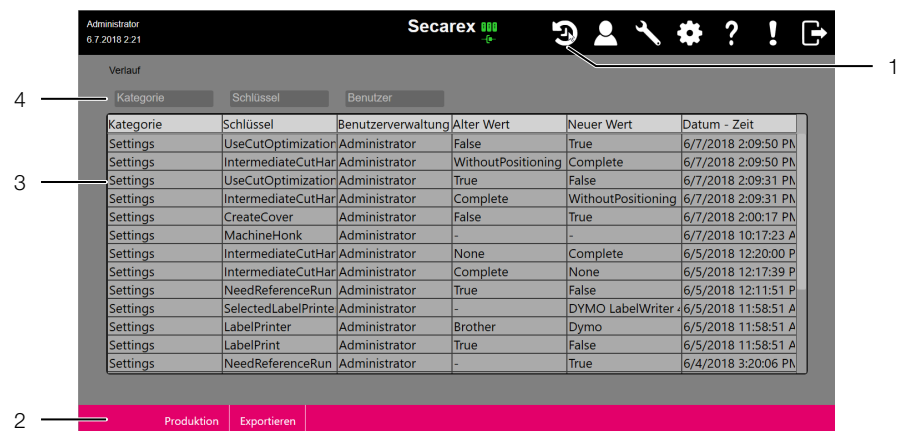

Fig. 18: Skærmsiden „Historik“
- Tryk på trykknappen „Historik“ (fig. 18, pos. 1) i topteksten i Secarex-softwaren.
- Klik på trykknappen „Eksporter“ (fig. 18, pos. 2).